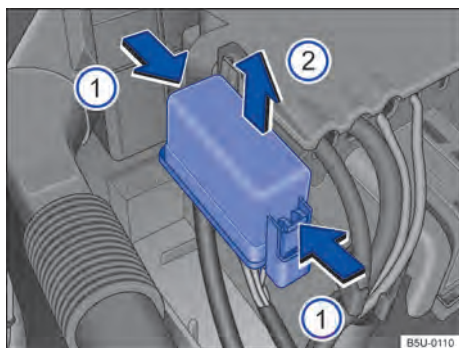

Fig. 186 No compartimento do motor: cobertura da caixa de fusíveis.
- Pressionar as travas no sentido da seta → Fig. 186 ①, para destravar a cobertura da caixa de fusíveis.
- Remover a cobertura por cima, no sentido da seta ②.
- Para a **instalação**, colocar a cobertura sobre a caixa de fusíveis. Pressionar a cobertura para baixo, no sentido contrário da seta ②, até que trave de forma audível.